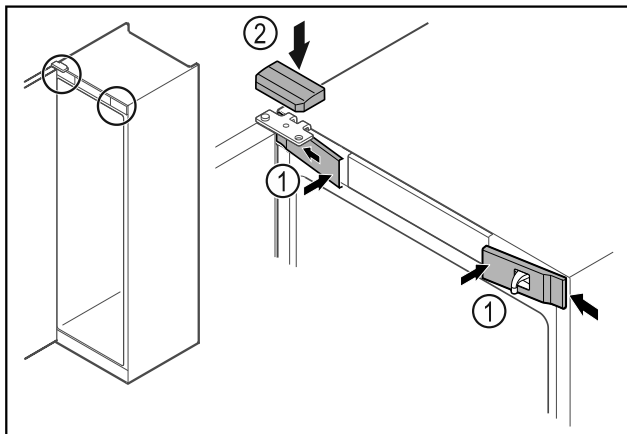

Fig. 47
- ▶ Přední kryty Fig. 47 (1) bočně zahákněte a zaklapněte.
- ▶ Horní kryt Fig. 47 (2) shora zaklapněte.